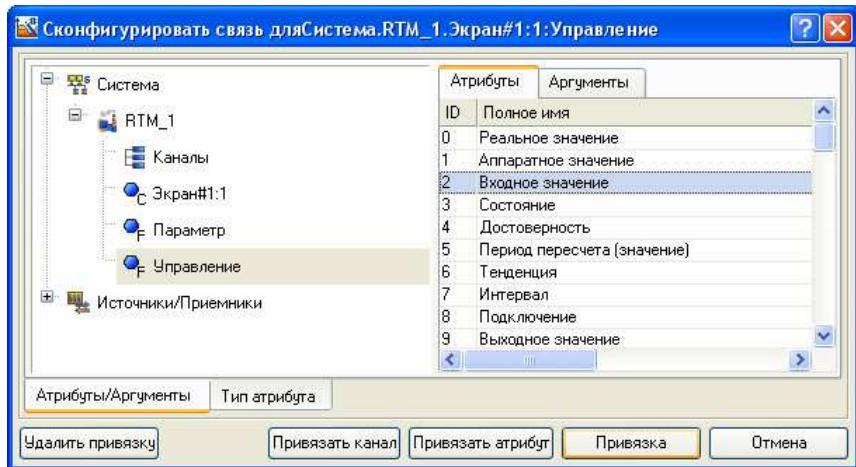

Рис. 4.9
4.4.4.4. Подвійним натисненням ЛК в полі **Прив'язка** аргументу **Управління** викликати вікно настроїки зв'язку, вибрати в ньому атрибут **Вхідне значення** каналу **Управління** і кнопкою **Прив'язка** підтвердити зв'язок аргументу екрану **Управління** з атрибутом **Вхідне значення** каналу **Управління** (рис. 4.9).